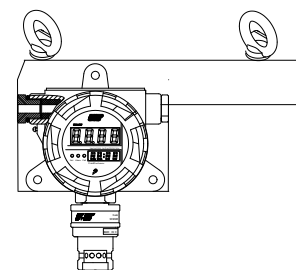

图 7 探测器支架安装图
6. 探测器支架安装说明: 将探测器 (以实物为准) 在安装支架上, 2 个吊环分别安装在支架上用 M10 螺母进行固定。详见图 7